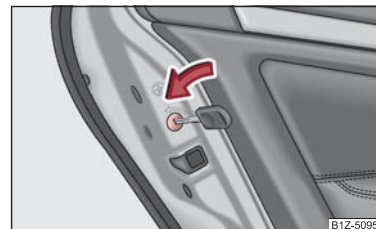

Abb. 24 Kindersicherung an den hinteren Türen
- Drehen Sie mit dem Fahrzeugschlüssel den Schlitz an der hinteren Tür in Pfeilrichtung → Abb. 24.